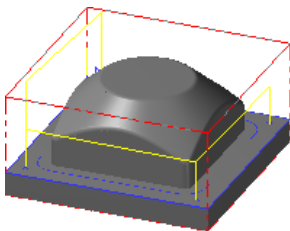

图 6.19 刀具路径
Step5. 设置浅平面精加工参数。在“曲面精加工浅平面”对话框中单击 **浅平面精加工参数** 选项卡，在 **浅平面精加工参数** 选项卡的 **大切削间距 (M)** 文本框中输入值 8，然后选中 ☒ **切削顺序依照最短距离** 复选框。
Step6. 单击“曲面精加工浅平面”对话框中的  按钮，同时在图形区生成图 6.19 所示的刀具路径。